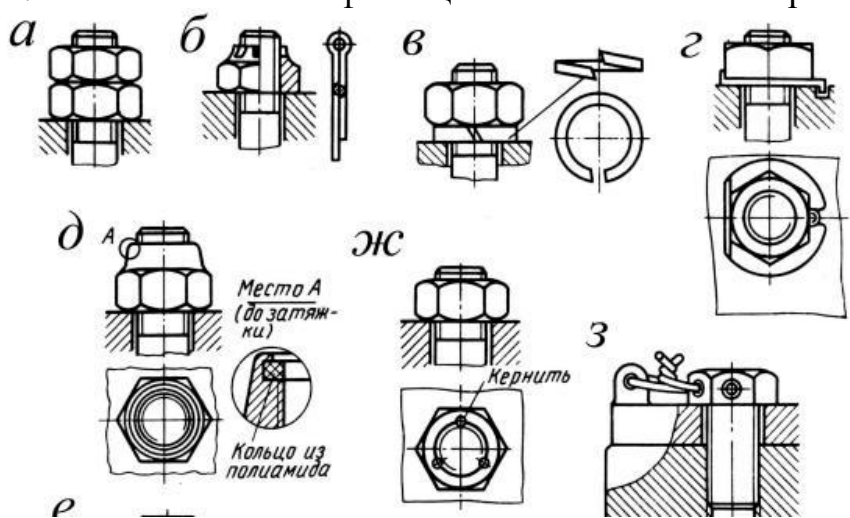

Рис.10.
14. Назовите способы фиксации гайки от самоотворачивания (Рис.10).